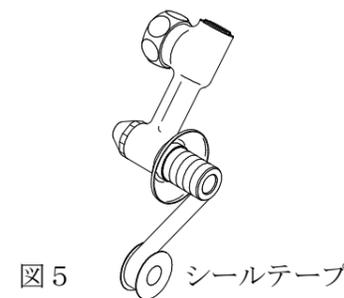

図5
① クランクの外ネジ部にシールテープを軽く引っ張りながら、右方向(時計回り)に7~8周巻き付け、強く引っ張ってちぎります。(図5参照)